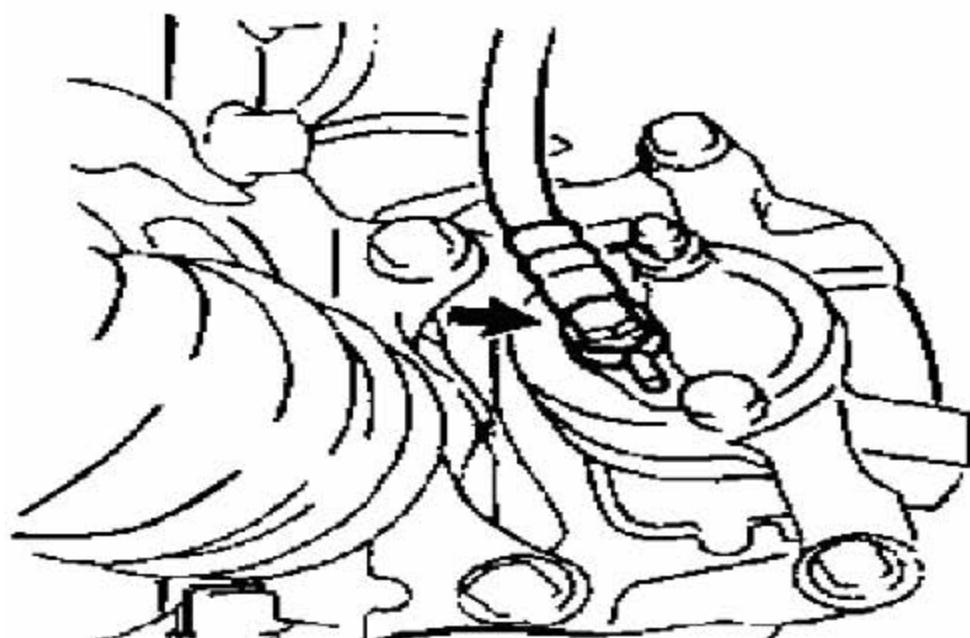

图 3-12
- 从前盘式制动钳体上拆下接头螺栓和垫圈，然后脱开软管，如图 3-12 所示。